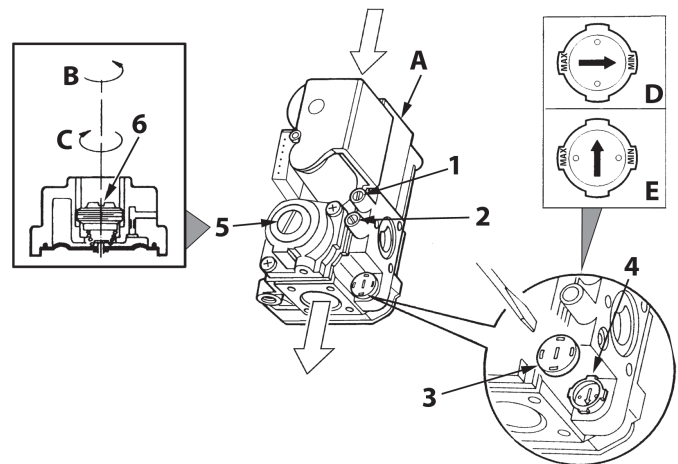

fig. 18 - Druckeinstellung
Die am Heizkessel **PEGASUS D LN** eingestellte Betriebsleistung muss unbedingt dem in der Tabelle der technischen Daten angegebenen Wert entsprechen. Das Gasventil wird im Werk eingestellt und ist mit einer speziellen Gas-Vordrossel versehen. Zum Auswechseln des Gasventils muss die Stellschraube 6 (fig. 18) ganz eingeschraubt werden.
- Die kleine Schutzkappe vom Gasventil abnehmen 3 (fig. 18). Mit einem kleinen Schraubendreher die "Zündstufe" für die gewünschte Gasart (**G20-G25** Position **D** fig. 18 oder **G30-G31** Position **E**) einstellen; danach die Kappe wieder aufsetzen.
Zeichenerklärung fig. 18
- Die Gasleitungen über den Druckanschluss 1 des Gasventils (fig. 18) entlüften.